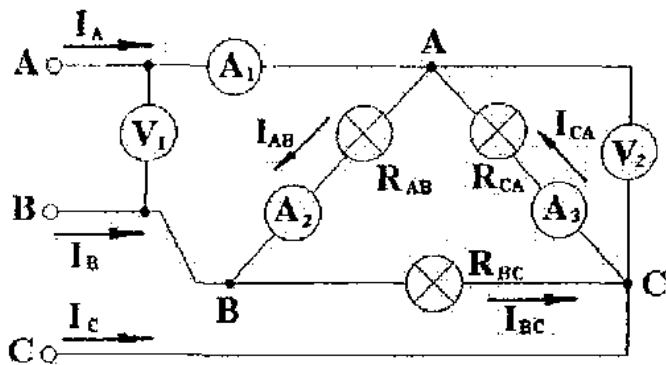
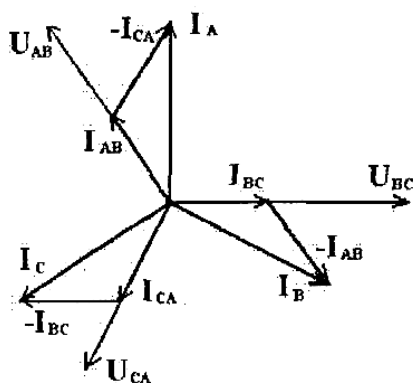

Рис.3.3. Схема с соединением активной трехфазной нагрузки треугольником.
Рис.3.4. Векторная диаграмма токов при равномерной нагрузке соединений треугольником.
Схема соединений показана на рис. 3.3. При этом три фазные нагрузки соединяются последовательно в замкнутую цепь, а места соединений соединяются с линейными проводами линии питания. Иначе можно сказать, что все три фазные нагрузки присоединяются к линейным напряжениям. Фазные токи нагрузки при этом меньше линейных. При равномерной нагрузке фаз $I_\phi = \frac{1}{\sqrt{3}} I_L$. Это видно на векторной диаграмме токов для этого режима, показанной на рис. 3.4. При обрыве цепи в одной из фаз нагрузки режим работы других не меняется. При коротком замыкании в фазе нагрузки наступает тяжелый аварийный режим, при котором номинальный режим двух других фаз невозможен. При обрыве одного линейного провода напряжение на двух соприкасающихся с ним фазах падает вдвое. Например, при разрыве линейного провода "А" фазные напряжения на нагрузке равны $U_{bc} = U_\phi$; $U_{ab} = U_{ca} = U_\phi/2$.
5.4. Исследование режима равномерной нагрузки по схеме треугольник. Собрать цепь по схеме рис. 3.3 с одинаковыми лампами. Учесть, что в этом режиме токи будут больше чем в режиме по схеме звезда.